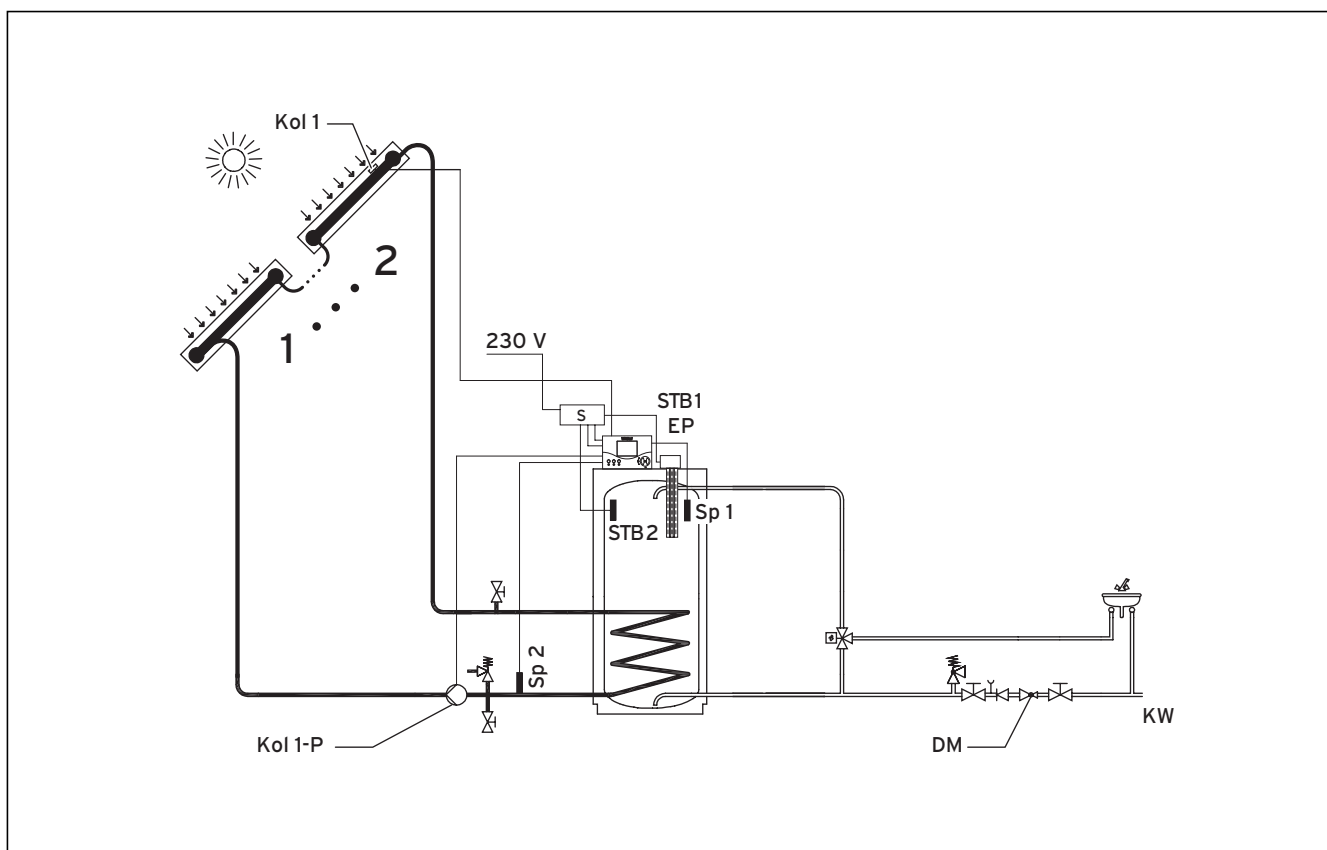

Bild 5.8 Hydraulschema 2
**Teckenförklaringar till bild 5.8 och 5.9**